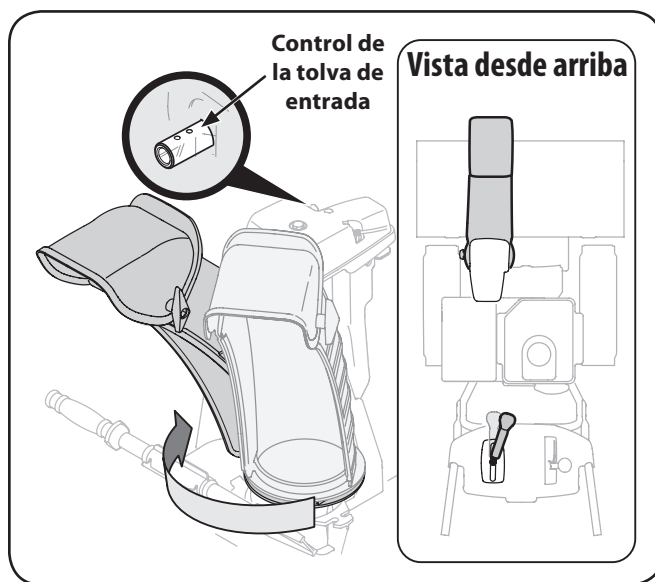

Figura 3-13
4. Apriete el disparador en la palanca de control y gire el canal manualmente para que mire hacia delante. Los orificios en el cabezal de control del canal estarán mirando hacia arriba. Vea la Figura 3-13.
Nota: La palanca de control girará ligeramente hacia la derecha. Vea "Vista desde arriba" en la Figura 3-13.